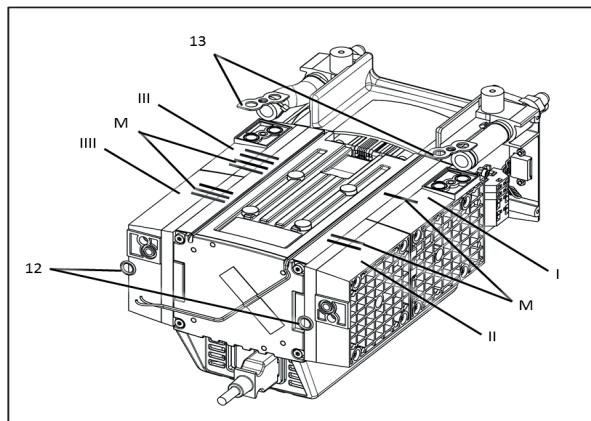
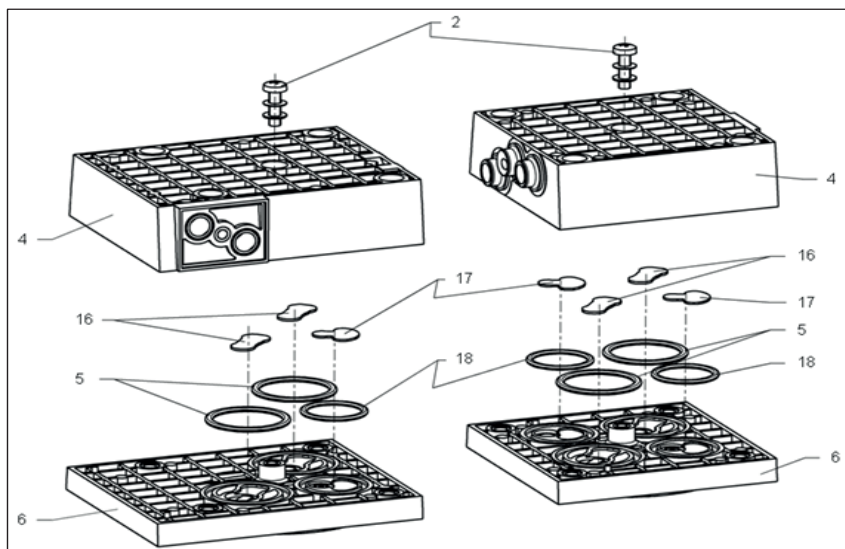

Abb. 6: Markierung der Pumpe
Abb. 8: Explosionsdarstellung der Pumpenköpfe 1 und 2
4. O-Ringe (Abb. 6/12) und Flachdichtungen (13) entnehmen.
5. Kopf 1 (Abb. 6/I):
6. Kopf 1 (Abb. 6/II):
7. Kopf 1 (Abb. 6/III):
2. Von den Zwischenplatten (Abb. 8/6) die Ventilplatten (**16**) und (**17**) sowie die O-Ringe (**5**) und (**18**) entnehmen.
4. Die neuen Ventilplatten (Abb. 8/16) und (**17**) sowie die neuen O-Ringe (**5**) und (**18**) in die Zwischenplatten (**6**) einlegen.
1. Kopfdeckel (Abb. 8/4) auf die Zwischenplatten (**6**) aufliegen entsprechend den Filzstiftmarkierungen (Abb. 6/M).
2. An allen vier Köpfen jeweils die Kopfschraube des Kopfdeckels (Abb. 8/2) vorsichtig, leicht und handfest anziehen (Anzugsmoment: 60 Nm).
4. Köpfe 1 und 2 (Abb. 6/I und II) und Köpfe 3 und 4 (III und IIII) zusammendrücken.
6. O-Ringe (Abb. 6/12) und Flachdichtungen (**13**) in die Verschaltungsaufnahme einlegen.